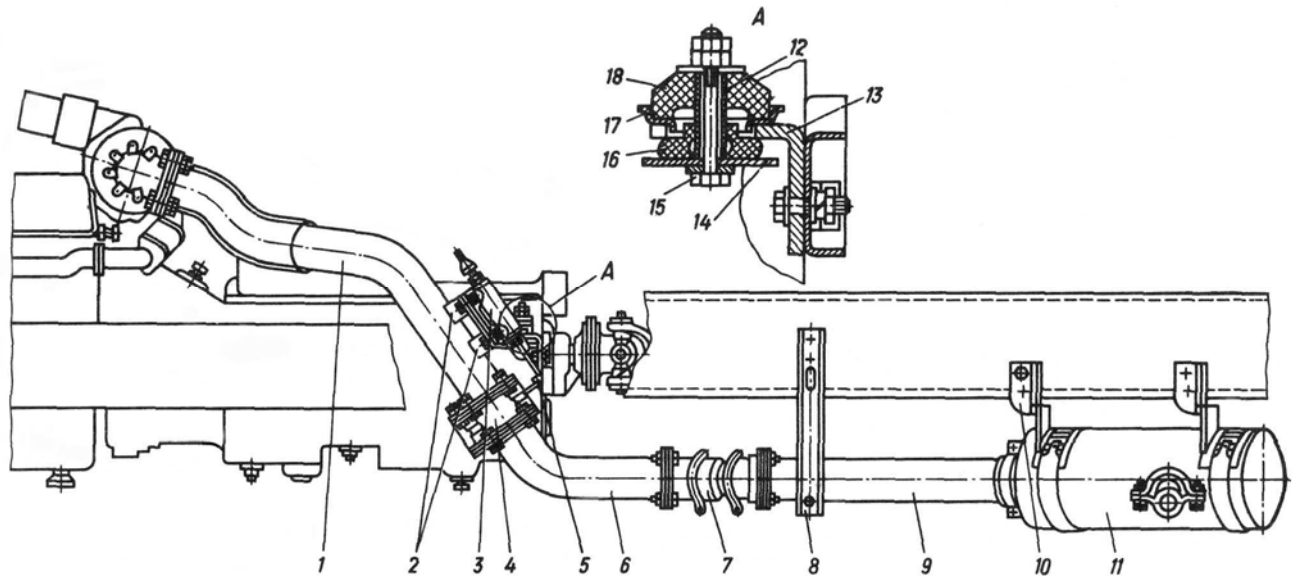

Рис.11. Система выпуска отработавших газов:
Система выпуска газов состоит из патрубков, приемных и выхлопных труб 1, 9 (рис.11), компенсатора 7 и глушителя 11. Трубы изготовлены из специальной стали, стойкой против коррозии от воздействия высоких температур и химически агрессивных веществ, содержащихся в отработавших газах.
1. Отсоединить кронштейн 13 (см. рис.11) от цилиндра тормозной заслонки, снять прокладку и крышку.
6. Подсоединить и закрепить к вспомогательному тормозу 4 (см. рис.11) промежуточную трубу 6.